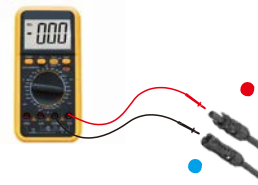
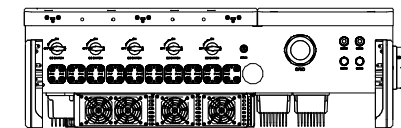

Figura 3.22 Medição do multímetro
Figura 3.23 Ligue os conectores DC ao inversor
5. Meça a tensão fotovoltaica da entrada CC com o multímetro, verifique a polaridade do cabo de entrada CC (consulte a figura 3.22) e verifique se cada tensão da coluna está dentro da faixa de funcionamento do inversor. Ligue o conector DC ao inversor até ouvir um leve clique, indicando uma ligação bem-sucedida. (veja figura 3.23)